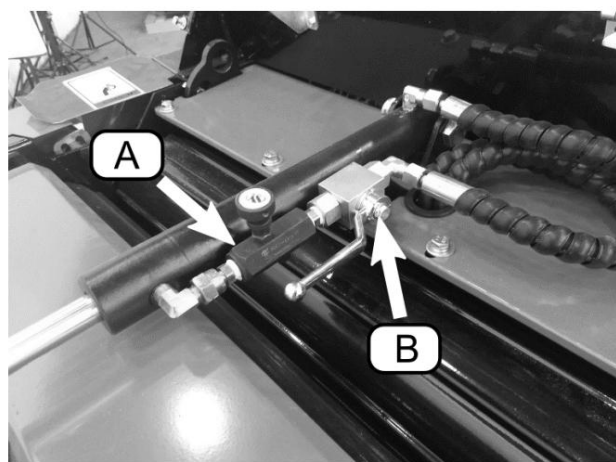

Figura 32 Partea superioară din spate a preseii de balotat
- Acțiunea de deschidere și închidere a hayonului poate fi încetinită sau accelerată după preferințele dvs. reglarea poziției supapei de reglare a debitului (Figura 32, A).
- Fluxul hidraulic poate fi oprit pentru întreținere sau alte scopuri prin rotirea supapei de oprire (B) în sus astfel încât să fie perpendicular pe cilindru.